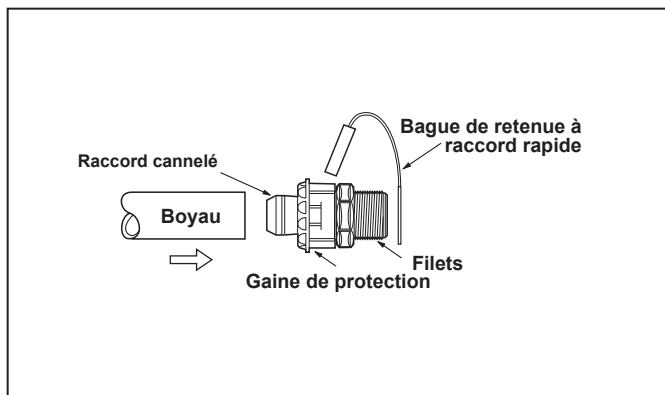

Figure 5. Raccorder le tuyau au raccord rapide
1. Installer la pompe en utilisant deux (2) chevilles d'expansion en béton pour assurer la stabilité.
4. Pousser le tuyau dans le dispositif de retenue de raccord rapide jusqu'à ce qu'il soit de niveau avec le raccord cannelé du tuyau. Voir figure 5.